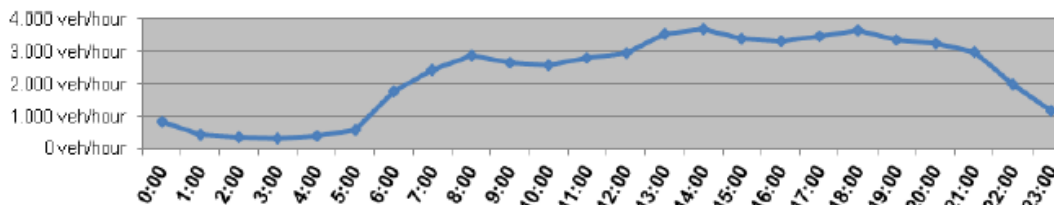

Figura 8 – Distribución de tráfico horaria en el túnel principal – días laborables – sentido Este
- Distribución de tráfico horaria en días laborables en el túnel principal: **(Figure 7: sentido Oeste) – (Figura 8: sentido Este).**